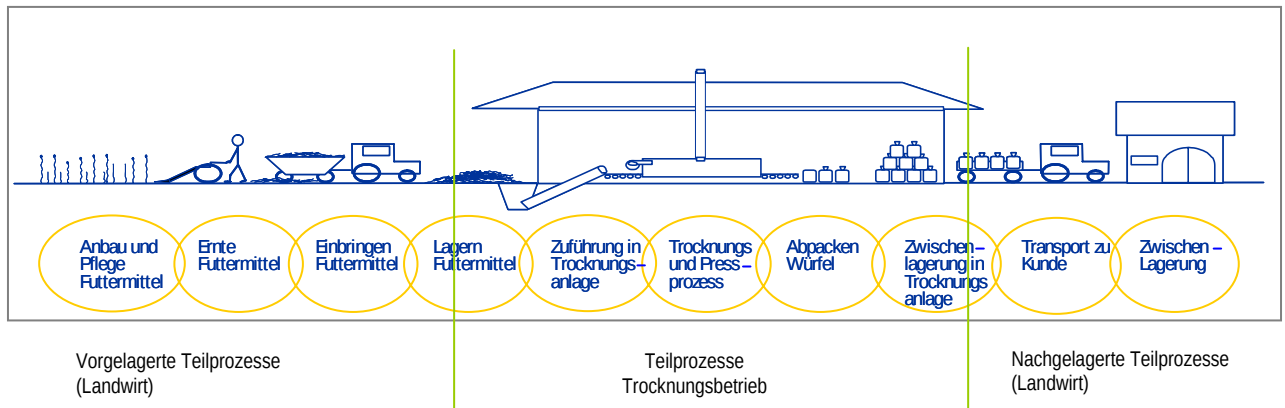

Abbildung 1
- Skizzieren Sie dazu den Prozessablauf auf und definieren Sie erste grobe, chronologische Teilprozesse (Abbildung 1).